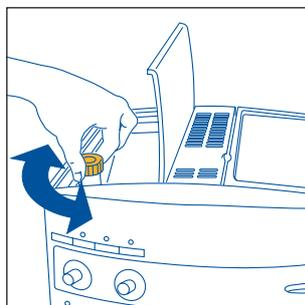

Fig.17
**NOTA 1:** Se o café sair às gotas ou não sair de todo, é necessário rodar o botão de regulação da moagem (fig. 17) um nível para a direita (consulte o par. 6). Avance um nível de cada vez até obter uma extracção satisfatória.
**NOTA 2:** Se o café sair de forma demasiado rápida e se o creme não for satisfatório, rode ligeiramente o botão do lado direito (fig. 7) no sentido dos ponteiros do relógio. Faça várias tentativas e tire mais do que um café, a fim de encontrar a posição correcta do botão. Preste atenção para não rodar o botão demasiado para a direita. Se o fizer, poderá obter uma extracção demasiado lenta (às gotas), sobretudo se tirar duas chávenas de café. Se, ao fim de alguns cafés, não obtiver um creme satisfatório, rode também o botão de regulação da moagem (fig. 17) um nível para a esquerda (consulte o par. 6).
Para resolver este problema, é necessário regular o grau de moagem do moinho de café, rodando o botão de regulação da moagem (fig. 17) um nível para a esquerda (conforme descrito no cap. 6).
O moinho de café não deve ser regulado, pelo menos inicialmente, pois já se encontra regulado de origem para obter uma extracção correcta do café. Se, porém, depois de tirar os primeiros cafés, a extracção estiver demasiado rápida ou lenta (às gotas), será necessário corrigi-la com o botão de regulação do grau de moagem (fig. 17). Rodando-o um nível para a direita (o equivalente a um número), obtém-se uma extracção de café mais rápida (sem gotas).